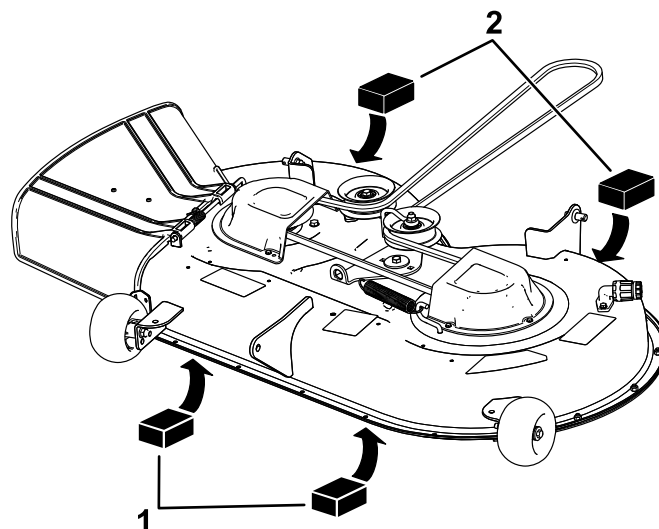

Figura 68
4. Amplasați 2 blocuri, fiecare având o grosime de 6,6 cm, sub fiecare parte a marginii frontale a punii, dar nu sub suporturile rolei anti-scalp (Figura 68).
5. Amplasați 2 blocuri, fiecare având o grosime de 7,3 cm, sub marginea din spate a punii de tăiere, câte unul pe fiecare parte a punii de tăiere (Figura 68).